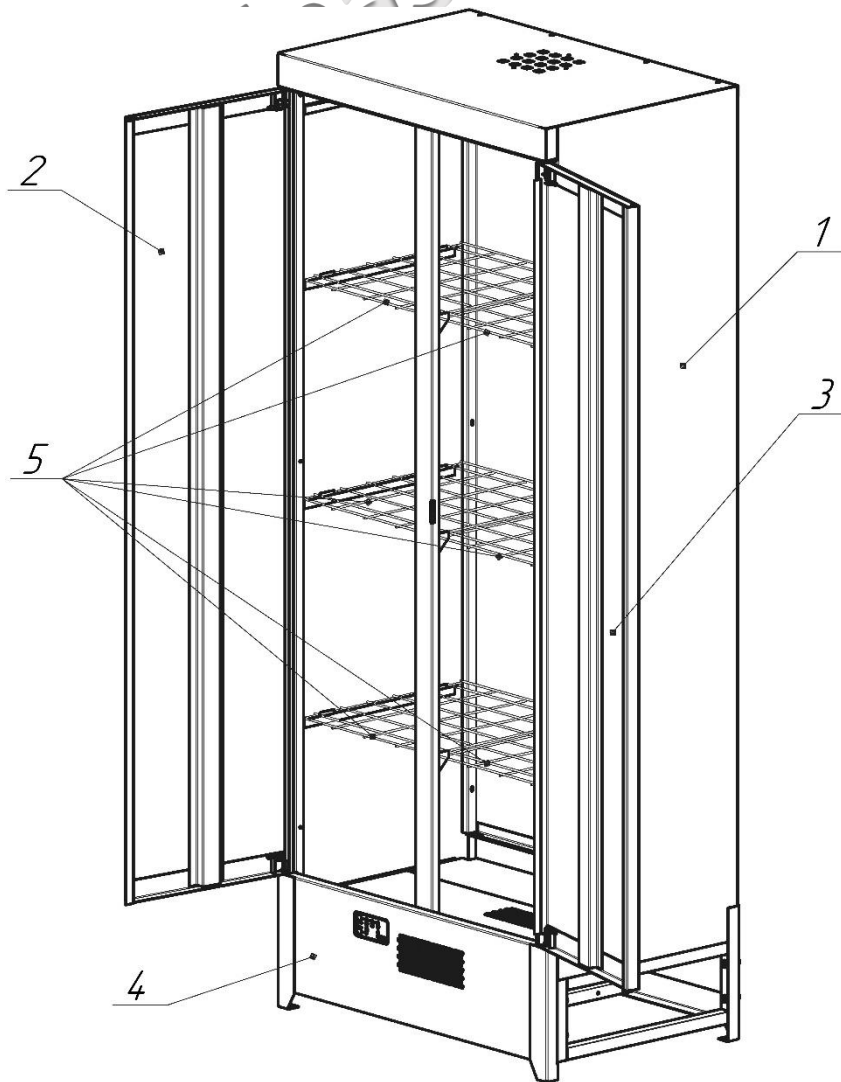

Рис. 1 Шкаф сушильный для одежды ШСО-22М (ШСО-22М-600)
- 3.1. Шкаф (рис.1) состоит из верхней части корпуса (поз.1), которая закрывается двумя дверьми (поз.2,3), в одной из которых установлен почтовый замок, запирающий одновременно обе двери.